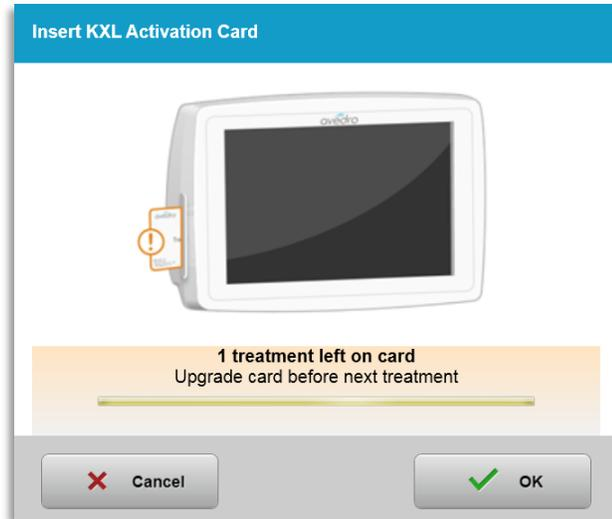

Figura 3-11. Saldo do cartão de tratamento
- O utilizador será alertado que que resta apenas 1 tratamento no cartão como mostrado na figura 3-11.
- Se o cartão de tratamento tiver apenas um tratamento restante, o sistema irá informar o utilizador para “Atualizar o cartão antes do tratamento seguinte” como mostrado na figura 3-11.